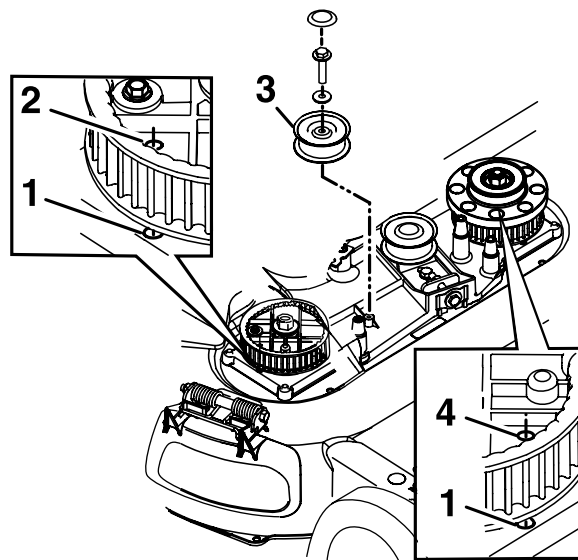

Figure 43
- Déposez la poulie de tension fixe et les fixations (Figure 43).
- Alignez les trous des pignons gauche et droit sur les trous du carter, comme montré à la Figure 43.